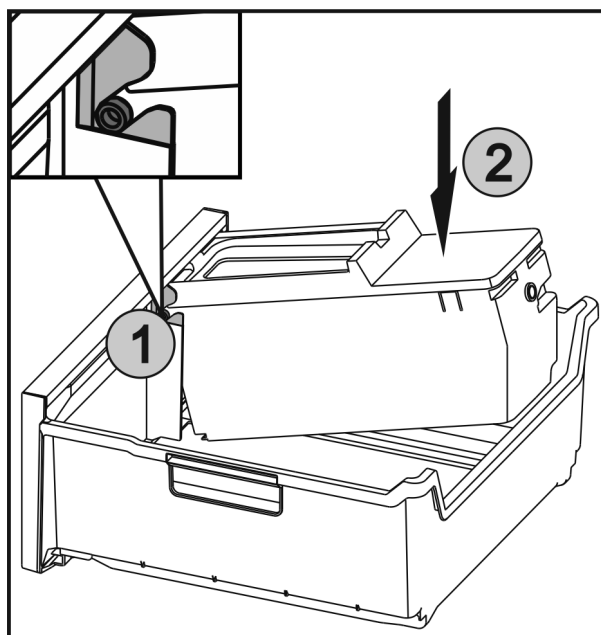

Fig. 70
- ▶ Вставить оси Fig. 70 (1) на EasyTwist-Ice в направляющие и вдавить заднюю сторону Fig. 70 (2) до фиксации накладки.